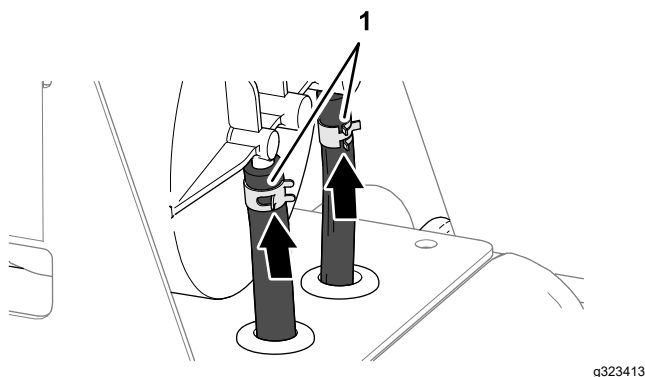

Рисунок 88
4. Закрепите шланги на штуцерах хомутами (Рисунок 88).